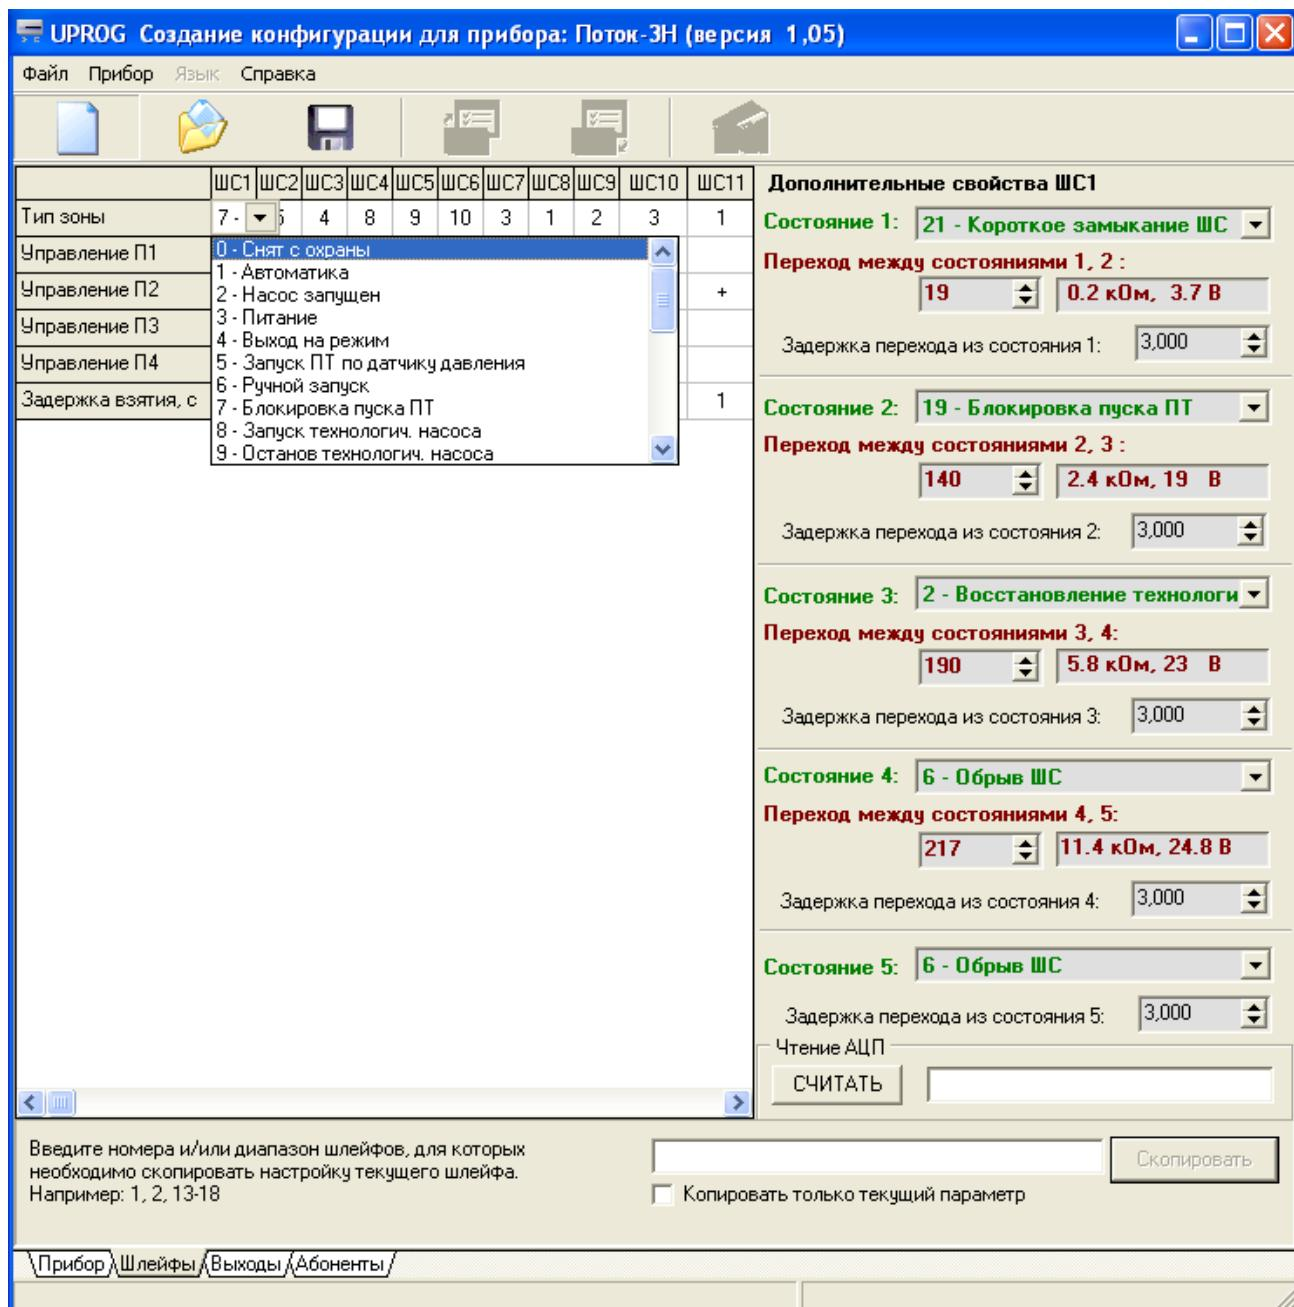

Рисунок 9
- ☞ Для задания/изменения параметра **«Задержка взятия»** перейдите на вкладку «Шлейфы» программы Uprog, в строке параметра **«Задержка взятия»** установите требуемое значение для соответствующей контролируемой цепи (см. Рисунок 9).
Чтобы задать тип зоны, щелкните дважды левой клавишей мыши на ячейку, расположенную на пересечении строки «Тип зоны» и столбца конфигурируемого ШС, и выберите нужный тип из выпадающего списка (см. Рисунок 9).